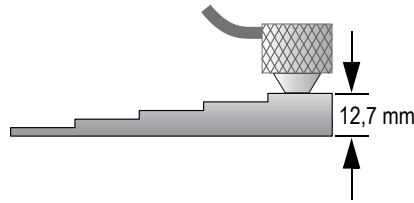

Figura 5-4 Calibración de la velocidad del sonido en un bloque de calibración de 5 espesores: espesor más grueso
- b) Coloque la sonda sobre el espesor más grueso del bloque de calibración y ejerza una presión moderada a firme (véase la Figura 5-4 en la página 68). El A-scan (opcional) y la lectura de espesor aparecen en la pantalla.